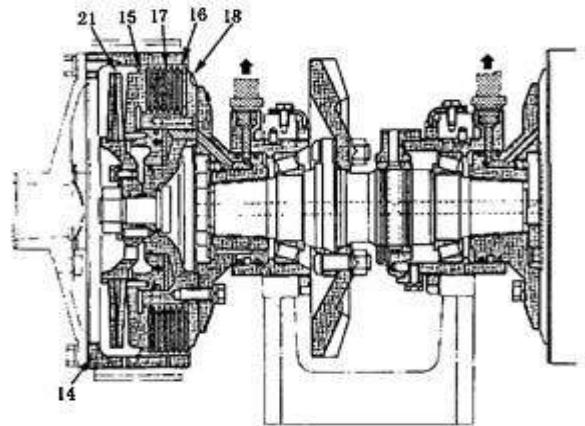

Рис. 5-29
При отпусканье рычага рулевого управления, прекращается давление масла, нажимная пружина муфты создает давление, которое возвращает пластину (15) на ее исходное положение, ставя фрикционные диски (16) и пластины (17) в рабочее положение и осуществляя передачу мощности. (См. рис. 5-29)